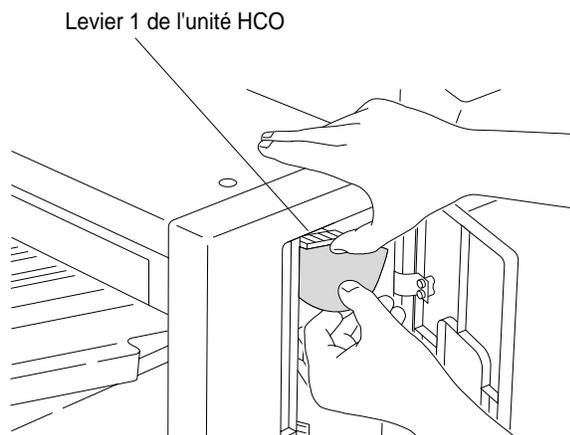

Figure 3-67 Elimination d'un bourrage au niveau de la partie supérieure de l'unité HCO à l'aide du levier 1
4. Si le papier n'est pas visible, actionnez le levier 1 et vérifiez s'il y a du papier. Tournez la molette 1 dans le sens contraire des aiguilles d'une montre pour faire apparaître les éventuelles feuilles coincées. Retirez le papier comme illustré à la Figure 3-67.